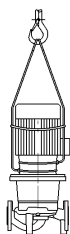

Fig. 5: Placering af transportwirer
- På motoren kan der skrues transportringe i de pågældende gevindboringer. De må kun anvendes til at styre i forbindelse med lastoptagning (fig. 5).